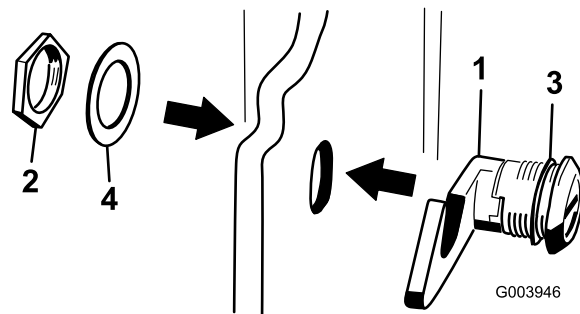

Figura 6
4. Dall'esterno del cofano, inserite il lato gancio del fermo attraverso il foro presente nel cofano e assicuratevi che la rondella di tenuta in gomma rimanga sul lato esterno del cofano (Figura 6).